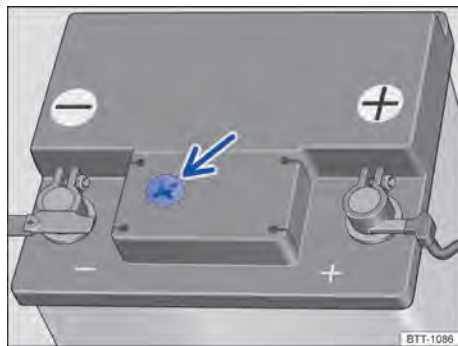

Fig. 202 Representação esquemática: visor no lado superior da bateria do veículo. ▶
- Providenciar iluminação suficiente para poder identificar o indicador colorido no visor redondo no lado superior da bateria do veículo ⇒ Fig. 202 (seta). Jamais utilizar chamas expostas ou objetos incandescentes como iluminação.